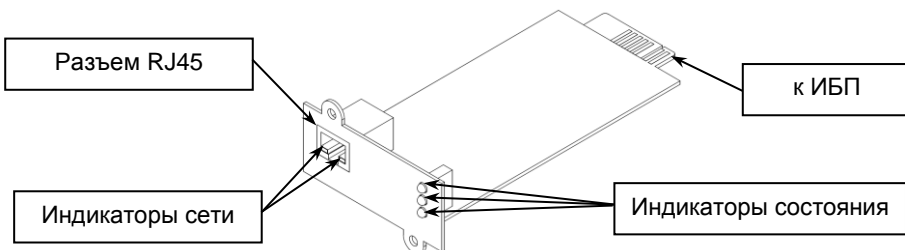

Рисунок 1 - общий вид изделия
- подключите кабель локальной сети к разъему сетевого подключения RJ45 на лицевой панели SNMP-модуля (сетевой кабель в комплект поставки не входит), если подключение к локальной сети выполнено успешно, загорится индикатор сети (см. рисунок 1);